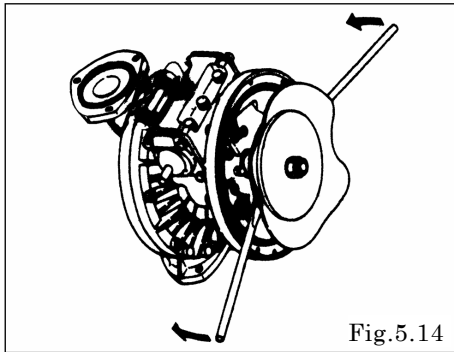

Fig.5.14
- ・内側のセンターディスクにパールをかけ、反対側に引き出し、ダイアフラムを反転させる。(B□H、B□S、B□H/Tを除く) [Fig.5.14、5.15]